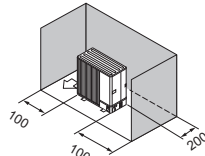

Abb. 2-8
- (3) Hindernisse oder unzugängliche Oberflächen nur auf der Rückseite und auf beiden Seiten (Abb. 2-8)